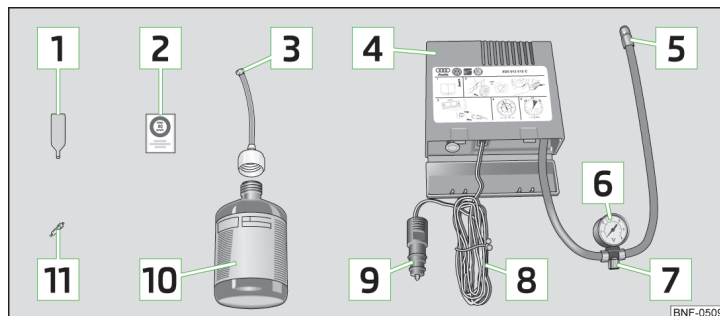

Fig. 115 Prezentarea în principiu: Componentele setului de pană
Componentele setului » fig. 115
- > Lipiți autocolantul corespunzător **2** » fig. 115 la pagina 129 pe planșa de bord, în câmpul vizual al șoferului.
- > Scuturați de câteva ori bine recipientul de umplere a anvelopei **10** » fig. 115 la pagina 129.
- > Înșurubați bine furtunul de presiune **5** » fig. 115 la pagina 129 al compresorului de aer pe ventilul anvelopei.